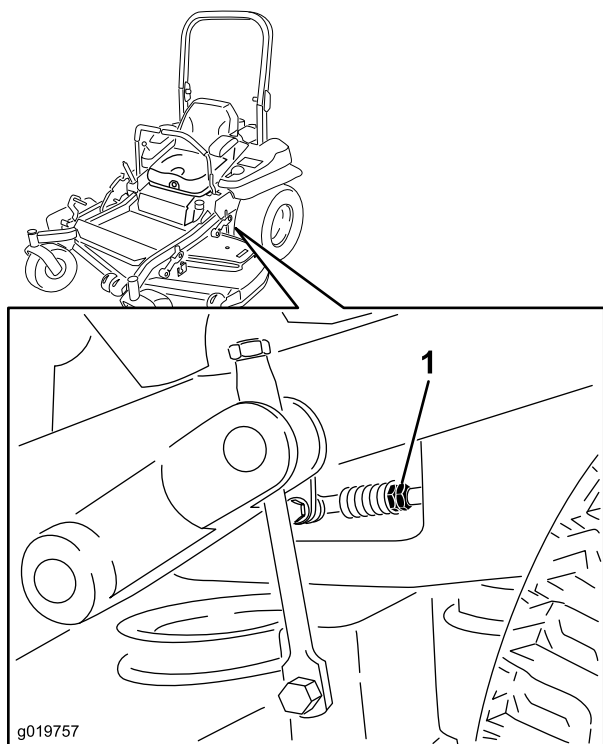

Figure 83
7. Placez les leviers de commande de déplacement en position point mort. Réglez la longueur des tiges de pompes en tournant les doubles écrous dans le sens voulu jusqu'à ce que les roues tournent légèrement en marche arrière (Figure 83). Placez les leviers de commande de déplacement en position de marche arrière et, tout en appuyant légèrement sur les leviers, laissez les ressorts d'indicateur de marche arrière ramener les leviers au point mort. Les roues doivent s'arrêter de tourner ou tourner légèrement en arrière.